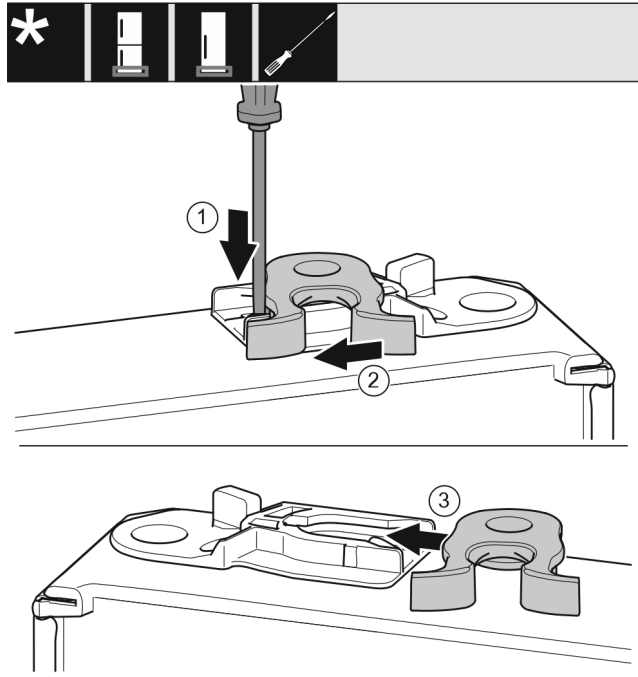

Fig. 21
- Paina kieleke alas uraruuvimeisselillä. Fig. 21 (1)
- Vedä sulkehaka pois ohjaimesta. Fig. 21 (2)
- Työnnä sulkehaka toisella puolella ohjaimen. Fig. 21 (3)